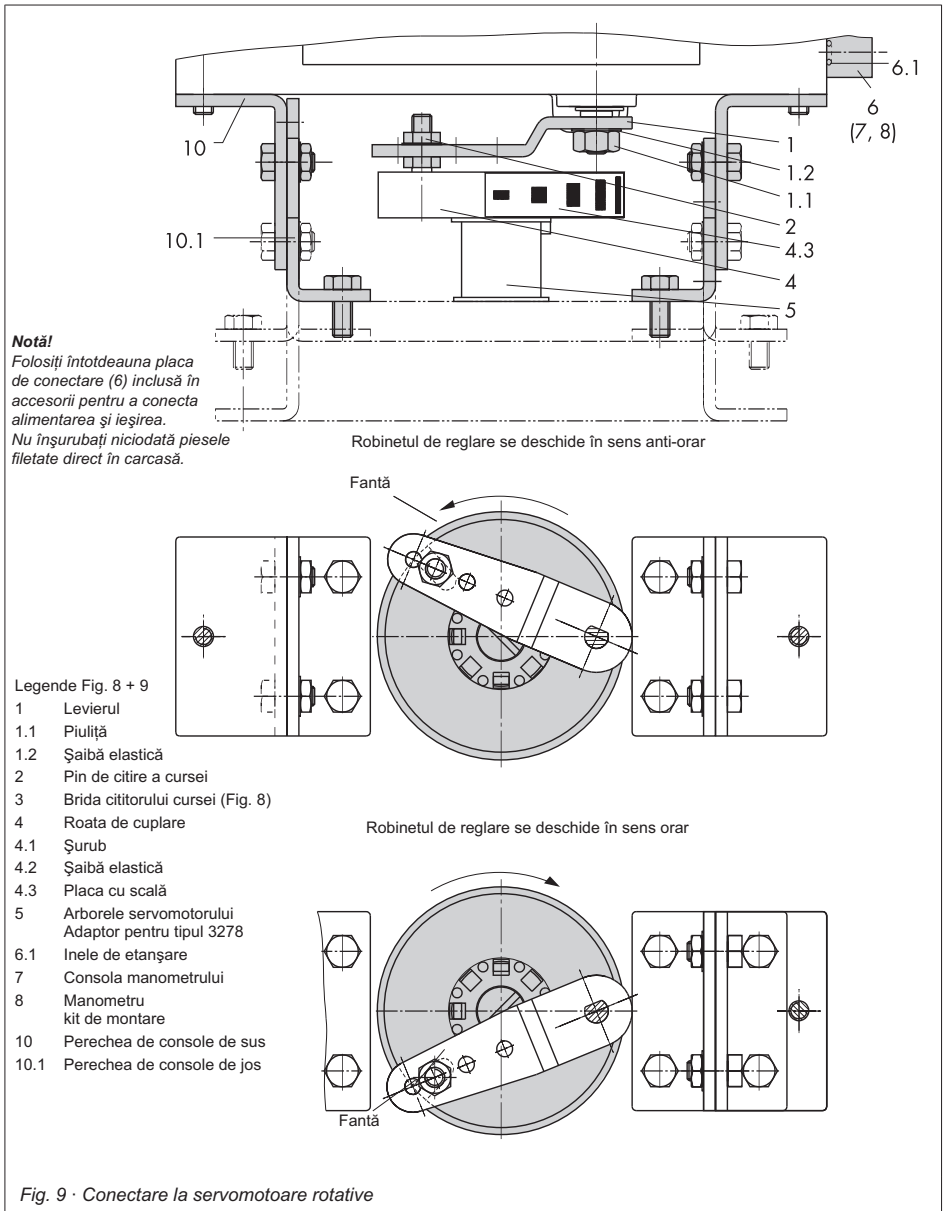

Fig. 9 - Conectare la servomotoare rotative
1. Așezați brida cititorului cursei (3) pe arborele cu fantă al servomotorului sau pe adaptor (5).
2. Așezați roata de cuplare (4) cu partea plată către servomotor pe brida cititorului cursei (3). Consultați Fig. 9 pentru a alinia fanta astfel încât să se potrivească cu sensul de rotație când robinetul este în poziția închisă.
4. Înșurubați perechea de plăci de fixare de jos (10.1) cu îndoirile orientate ori spre interior ori spre exterior (în funcție de mărimea servomotorului) pe carcasa servomotorului. Poziționați perechea de plăci de fixare de sus (10) și înșurubați strâns.
5. Montați placa de conectare (6) sau consola manometrului (7) cu manometrele pe poziționer, asigurându-vă că ambele inele O sunt așezate corect.
6. Deșurubați pinul de citire a cursei standard (2) de pe levierul poziționerului **M** (1). Folosiți pinul de citire a cursei metalic ( $\varnothing 5$ ) inclus în kitul de montare și înșurubați strâns în orificiul pentru poziția pinului la **90°**.
7. Așezați poziționerul pe perechea de plăci de fixare de sus (10) și înșurubați strâns. Ținând cont de sensul de rotație al servomotorului, reglați levierul (1) astfel încât să se cupleze în fanta de pe roata de cuplare (4) cu pinul săi de citire a cursei (vedeți Fig. 9). Trebuie să vă asigurați că levierul (1) este paralel la partea lungă a poziționerului când servomotorul este la jumătate din unghiul de rotație.